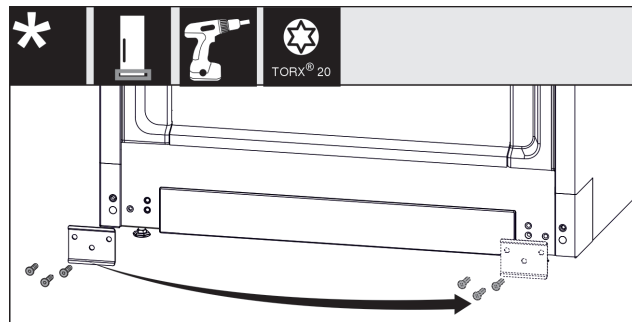

Fig. 14
- Csavarozza le a lemezt Fig. 14 (1), helyezze át a másik oldalra, és ismét csavarozza fel.